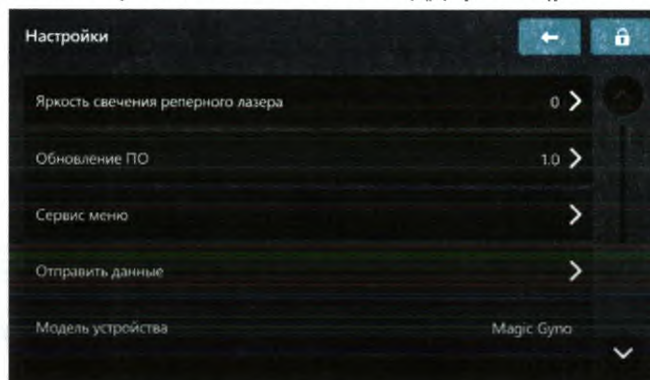

Рис.14.1 – Меню настроек
14.2 В данном окне содержится информация о дополнительных настраиваемых параметрах, о модели Прибора, производителе, сервисной поддержке и версии программного обеспечения. Пункт меню «Сервис меню» предназначен для настройки Прибора специалистом службы технической поддержки (рис.14.1).